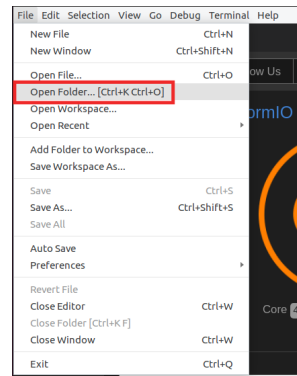

图33. 打开文件夹
- d. 在顶部菜单栏上，单击“File”（文件）→“Open Folder”（打开文件夹）（参见图33），然后导航至目录[RVfpgaPath]/RVfpga/examples/